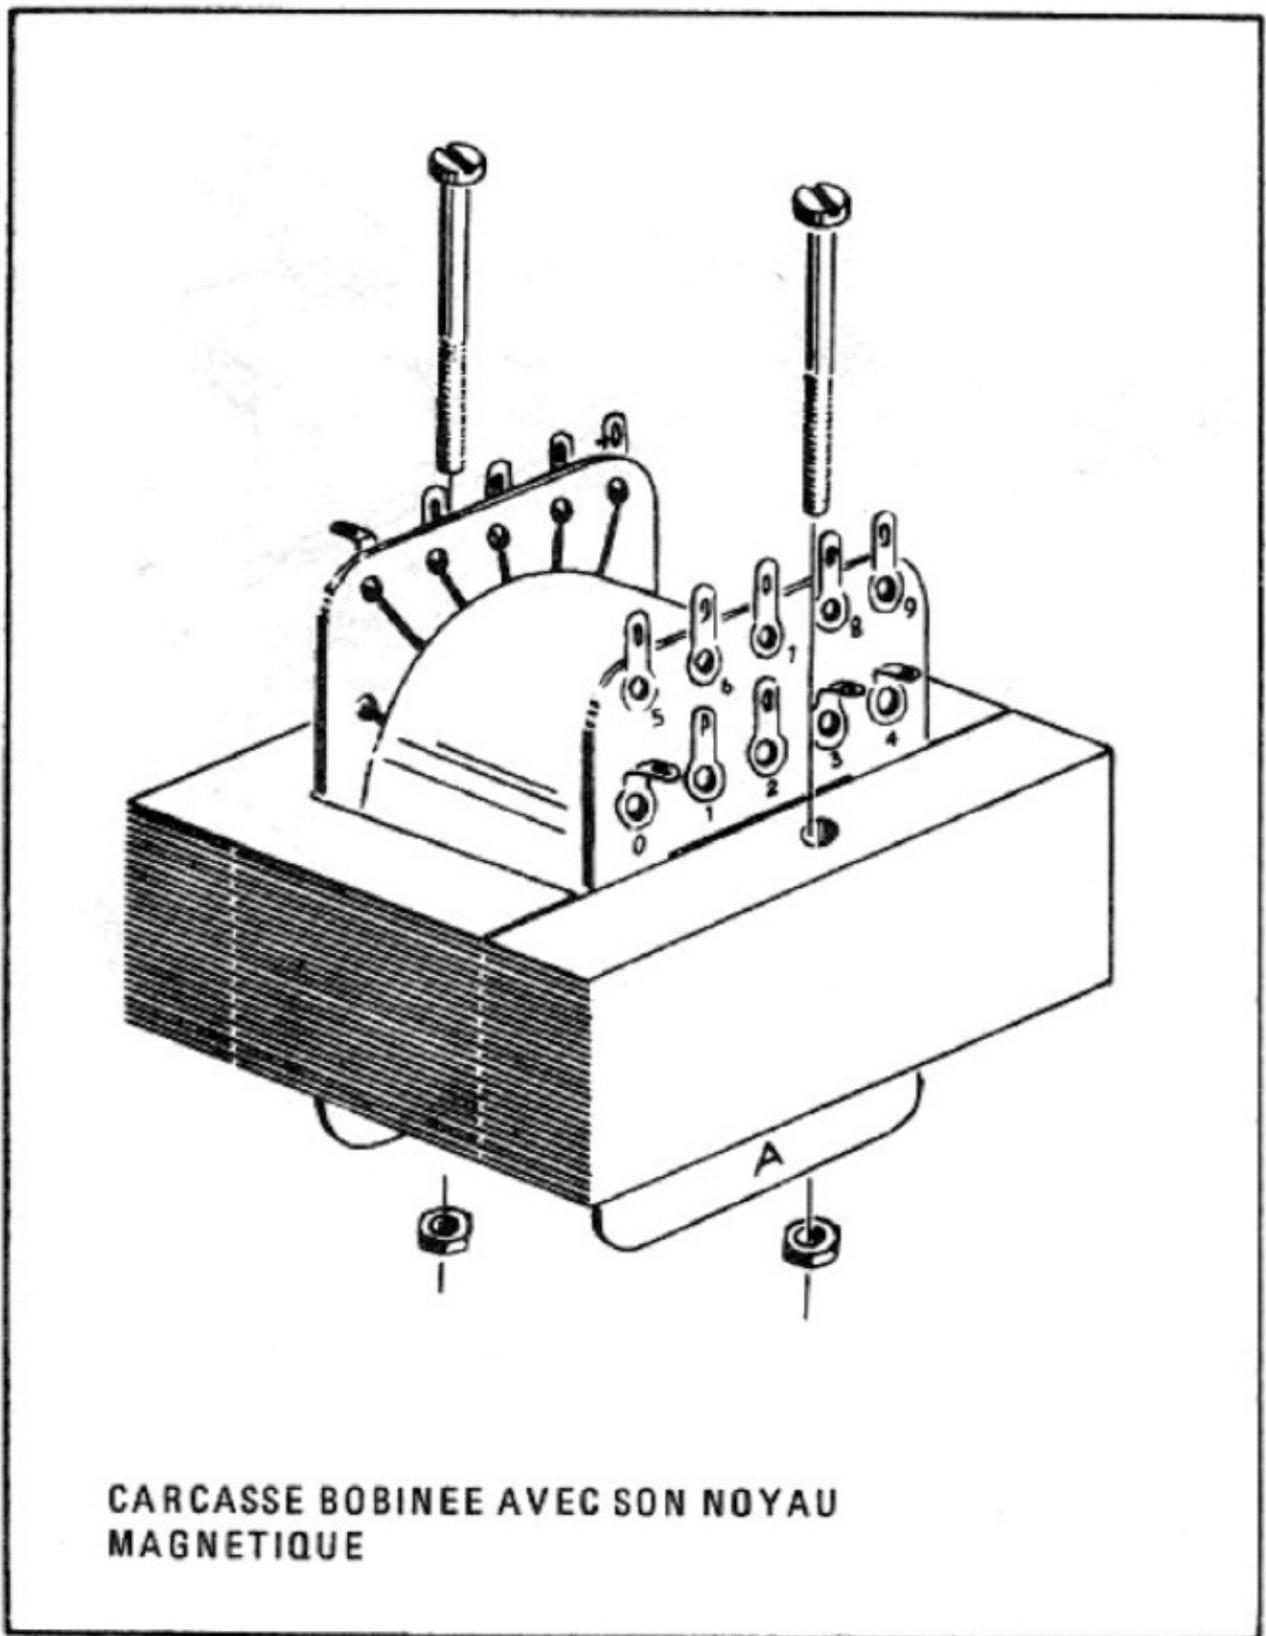

Figure 19
Enfin pour terminer le montage, disposez une tôle en I sur la première tôle introduite du côté A, c'est-à-dire sur la tôle en E. Le montage terminé la bobine aura l'aspect montré *figure 19.*
g) Pour maintenir les tôles à leur place exacte et éviter de faux mouvements pendant leur manipulation, fixez les deux vis de 3x35 mm. dans les ouvertures pratiquées dans les tôles et bloquez-les avec deux écrous (*figure 19*).